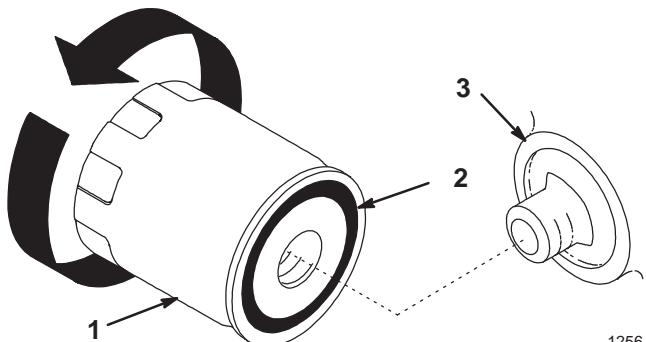

Figure 20
2. Déposez le filtre à huile usagé et essuyez la surface du joint de l'adaptateur (Fig. 20).
3. Appliquez une fine couche d'huile neuve sur le joint en caoutchouc du filtre de rechange (Fig. 20).
4. Posez le filtre à huile de recharge sur l'adaptateur. Tournez le filtre dans le sens horaire jusqu'à ce que le joint rejoigne l'adaptateur, puis donnez 1/2 à 3/4 de tour supplémentaire (Fig. 20).